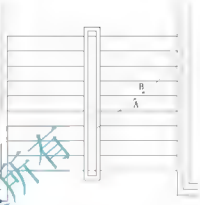

图 2.107 将斜线在 A 点和 B 点处打断
③ 在指定第一个打断点: 提示下, 关闭【对象捕捉】功能, 在如图 2.107 所示的 A 点位置单击, 选择 A 点为第一个打断点。
④ 在指定第二个打断点: 提示下, 在如图 2.107 所示的 B 点单击, 选择 B 点为第二个打断点, 结果将斜线打断, 形成一个 AB 口。